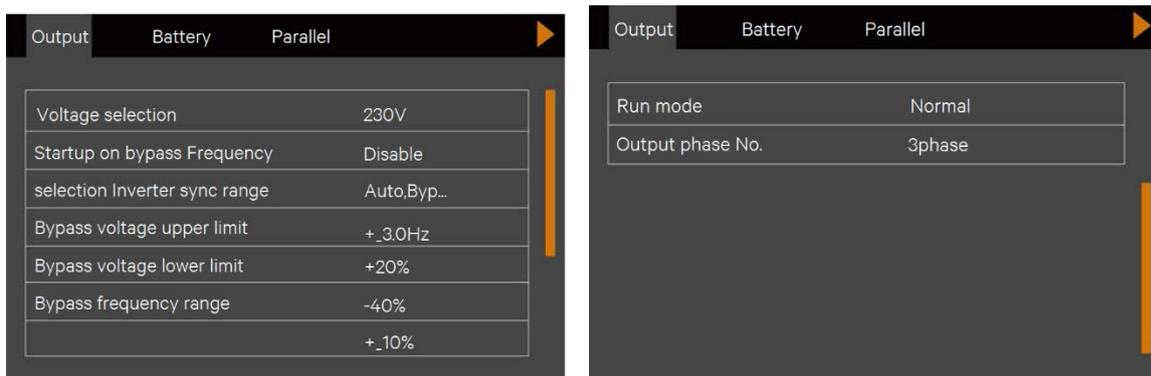

図 2-32 Output(出力)の設定
- 2) 矢印キー  または  を押して、該当するパラメータ([Output]など)を選択して入力する(図 2-32 参照)。同時に、使用するバッテリーの種類に合わせて[Battery]の設定をする。